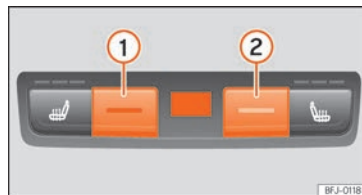

Abb. 156 In der Mittelkonsole hinten: Bedienelemente für die Rücksitze.
- Drücken Sie die Tasten ① und ② » **Abb. 156**, um die Temperatur einzustellen. »